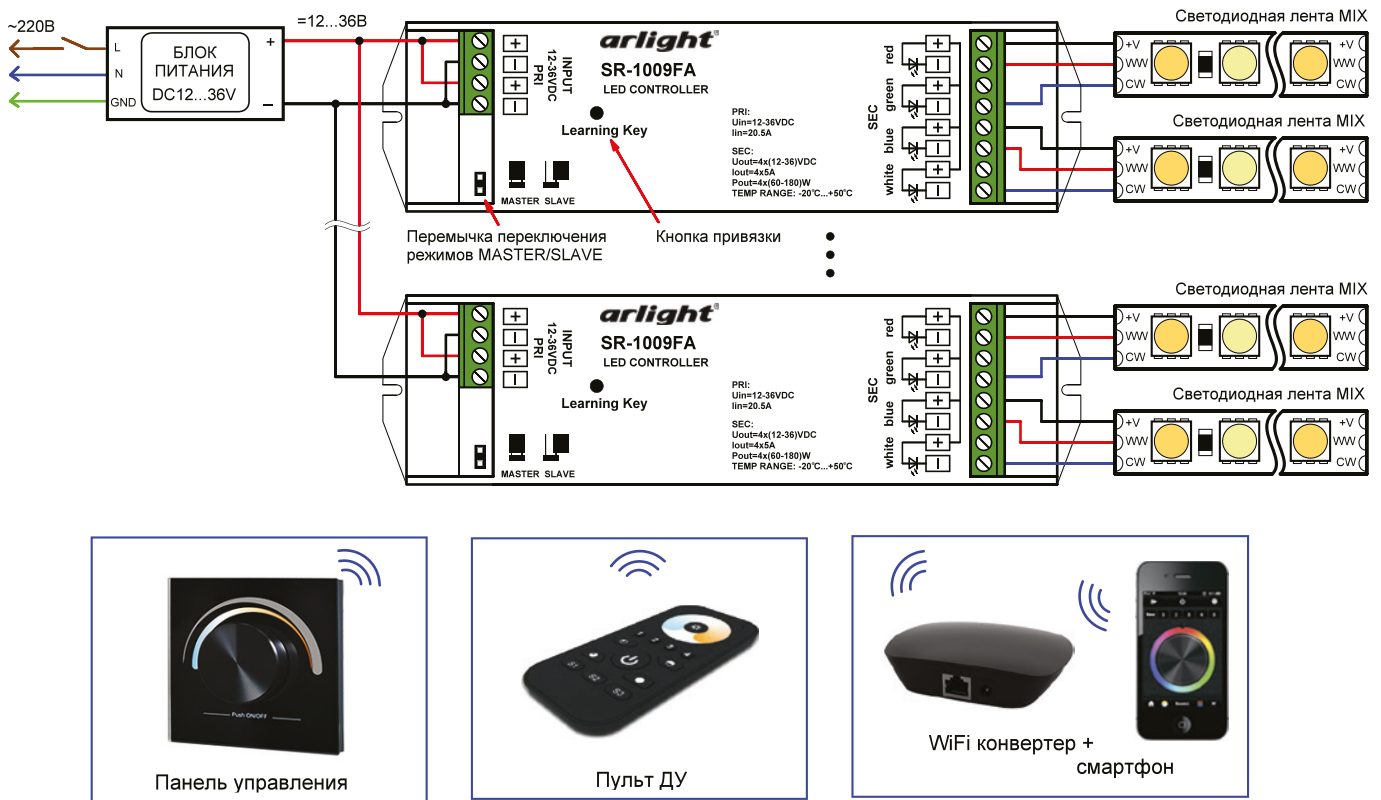

Рис.2.Схема подключения оборудования на примере контроллеров SR-1009FA
3.8. Подключите светодиодную ленту, контроллеры и блоки питания (см. инструкции к используемому оборудованию). Пример подключения оборудования приведен на Рис.2.